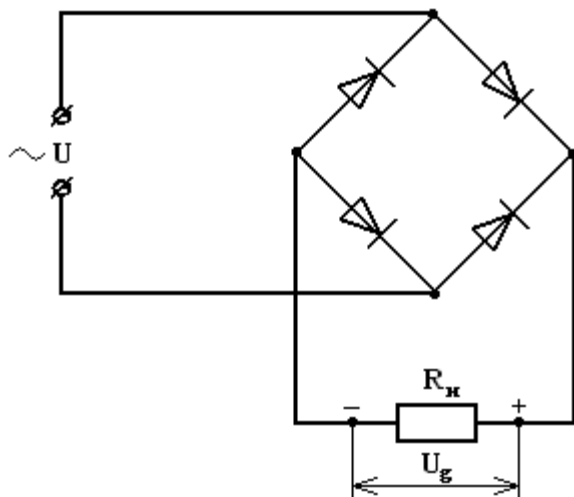

Рис.1
5. Составляем схему мостового выпрямителя (рис.1). В этой схеме каждый из диодов имеет параметры диода КД202Н; $I_{\text{доп}} = 1 \text{ A}$; $U_{\text{обр}} = 500 \text{ В}$.